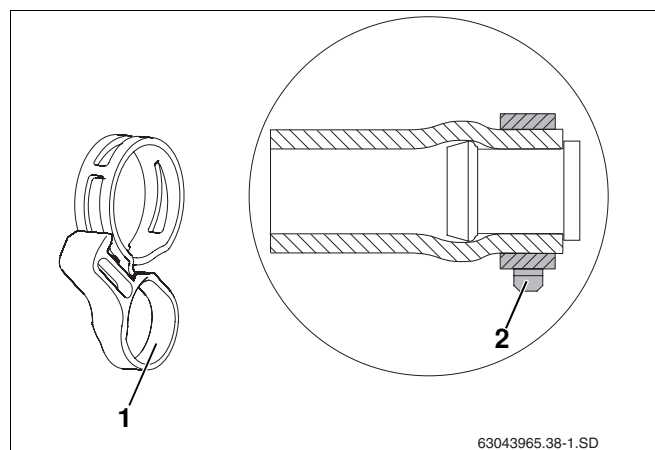

Fig. 36 Bride du compensateur avec anneau de fixation et montée sur le bouchon plein prémonter
- Il est impératif de garantir la position correcte de la bride du compensateur avant de retirer l'anneau de sécurité (fig. 36, **pos. 1**) (fig. 36, **pos. 2**). Le détacher ultérieurement avec des pinces risque d'entraver la capacité de serrage.